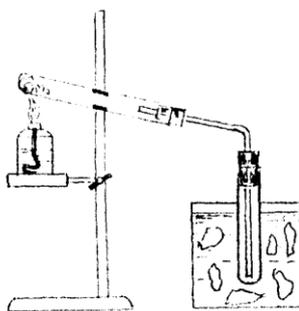

Рис. 9. Установка для проведения деполимеризации
*Оборудование:* пробирка с газоотводной трубкой (рис. 9) пробирка для сбора мономера, стакан с водой, штатив, спиртовка.
*Оборудование:* пробирка с пробкой и газоотводной трубкой, спиртовка, пробирка-приемник, стакан с водой и снегом (см. рис. 9).